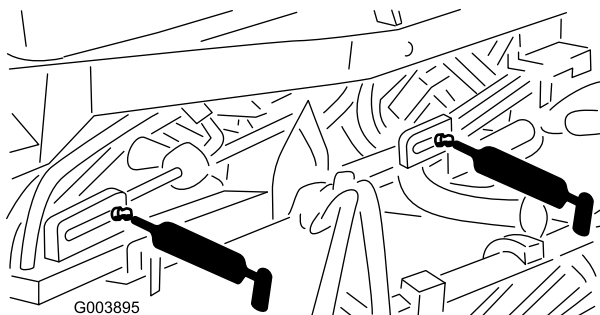

Bild 48
- 5 Schmiernippel an den Hubzylindern (Bild 48)